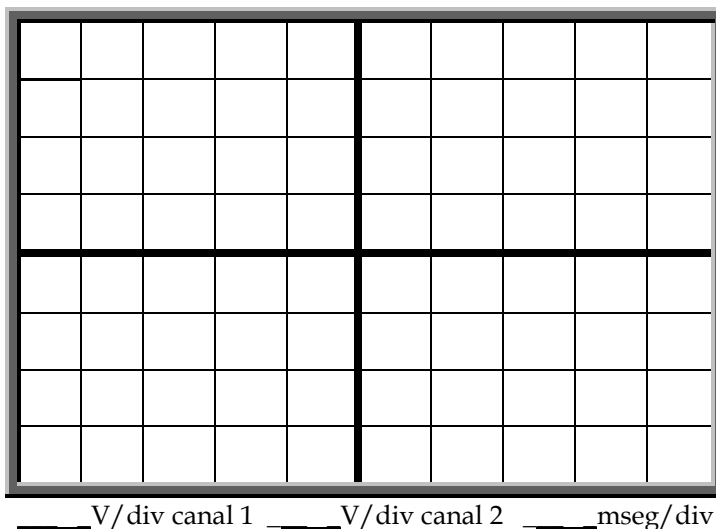

Fig. 1.20. Gráfica del voltaje de salida del rectificador de onda completa tipo puente con filtro utilizando un capacitor de  $470\ \mu\text{F}$ .
- c) Desconectar el canal 1 del osciloscopio y medir el voltaje de salida ( $V_0$ ), colocando el canal 2 en los nodos 3 y 0, graficar las señales que se obtienen a la salida del rectificador de la Fig. 1.20, ambos canales deben de estar en el modo de CD. De la señal del canal 2 medir el voltaje máximo ( $V_{\max}$ ), el voltaje mínimo ( $V_{\min}$ ) y el voltaje de salida ( $V_0$ ), además calcular la corriente de salida ( $I_0$ ), registrar los valores obtenidos en la Tabla 1.12.